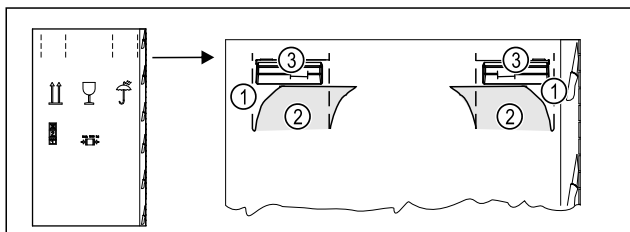

Fig. 5
- ▶ Comprimerne il cartone di imballaggio in alto sulla perforazione Fig. 5 (1).
- ▶ Estrarre le linguette compresse Fig. 5 (2).
- ▶ La maniglia di trasporto Fig. 5 (3) a destra e a sinistra è visibile.
- ▶ Tenere l'apparecchio dalle maniglie di trasporto Fig. 5 (3).